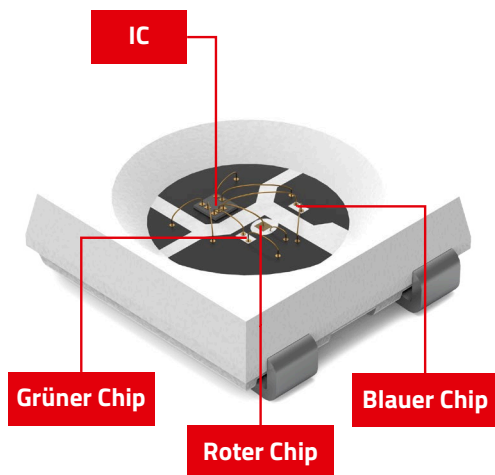

Abbildung 1: Anordnung der internen Komponenten einer ICLED (WE Art.-Nr.: 1315050930002)
ICLEDs, auch als adressierbare oder smarte LEDs bezeichnet, sind Leuchtdioden (Light-Emitting Diodes, LEDs), in die ein integrierter Schaltkreis (IC) verbaut ist (siehe Abbildung 1). Dieser Treiber ermöglicht mittels Pulsweitenmodulation (PWM) die individuelle Steuerung der roten, grünen und blauen Chips im Paket und somit raffinierte und präzise Beleuchtungslösungen mit verschiedenen Farben.